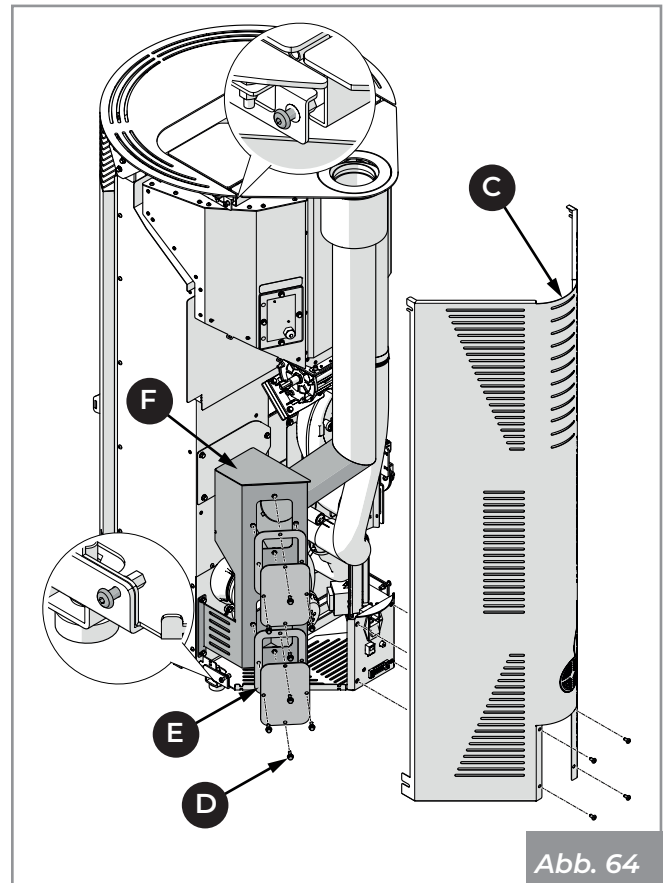

Abb. 64
- Entfernen Sie die Rückwand des Ofens **(C)** (**Abb. 64**).